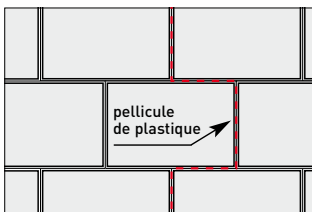

figure 1
- Maçonnerie apparente (VB): intégrez un film PVC en dents de scie dans la maçonnerie (figure 1).